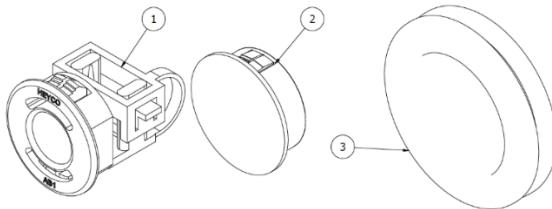

Figure 10 - Œillet et décharges de traction de la batterie thermique Thermino
- Retirer les œillets en caoutchouc correspondants (pièce 3, Figure 10) dans le boîtier extérieur et découper leur centre (en croix) à l'aide d'un couteau. Ré-installer les œillets découpés. Ne pas effectuer la découpe à l'état monté au risque d'endommager le PIV.
- (Consulter Figure 10) Déplacer les raccords de décharge de traction par câble (1) sur le côté souhaité pour créer les entrée/sorties. Couvrir tous les autres trous du boîtier à l'aide des œillets d'obturation fournis (2).